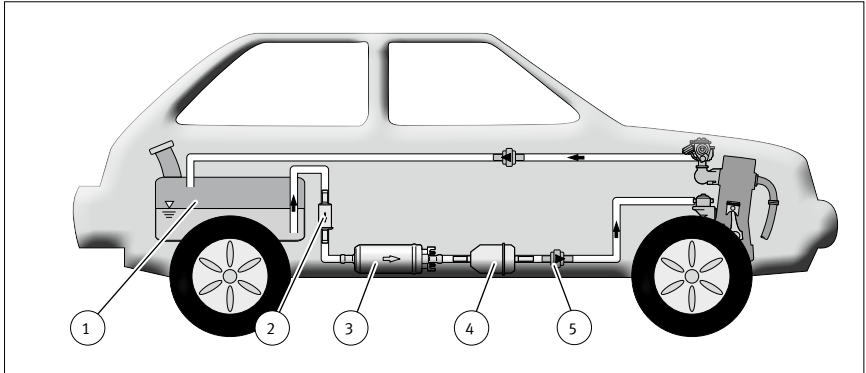

Abb. 1/ Fig. 1/ Puc. 1/图1
- E1F (3) 应装在管路内。
- 在管路充满油的情况下,最大的抽吸高度为 500mm。因此必须将其深置(“潮湿”,在液面下)并安装在油箱附近 (1) (请参阅图 1)。
- 在燃油泵前可以设置一个粗网眼的网式滤清器 (2) (网孔 60...100 µm) (例如产品号 4.00030.80.0)。
- 网式滤清器 (2) 的更换间隔必须与燃油滤清器 (4) 相同。
- 为了不让燃油管路无油运行,应在始流管和回流管中安装一个止回阀 (5) 和 (6) (请参阅皮尔博格目录)。